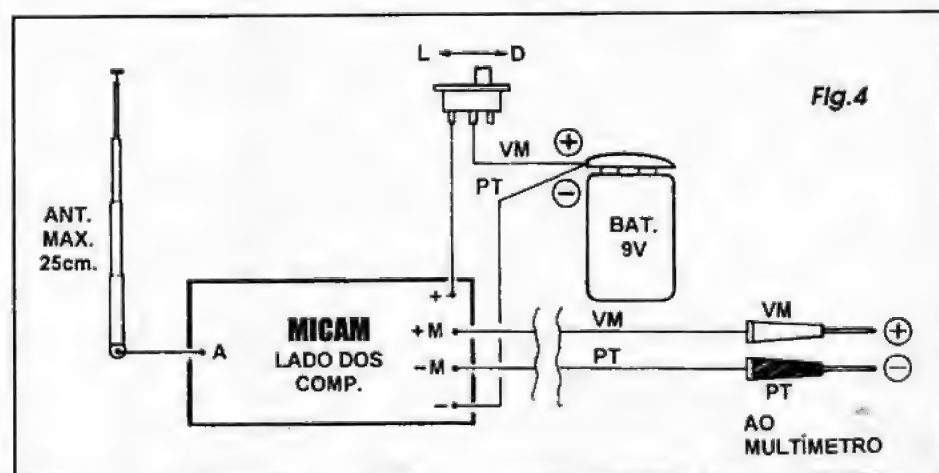

Fig.4
- FIG. 4 - CONEXÕES EXTERNAS À PLACA - Ainda vista pela face não cobreada, a plaquinha agora indica (em diagrama muito fácil de entender...) as ligações feitas *do impresso para fora*... São todas simples, estas ligações, porém importantes (e algumas delas, *polarizadas*...). A única conexão *não polarizada* refere-se à anteninha, cujo cabinho (curto) de ligação deve ser levado ao ponto A... Os pontos (+) e (-) devem receber, respectivamente, os cabinhos do **positivo (vermelho)** e **negativo (preto)** vindos do *clip* de conexão à bateria... Observar que o pequeno interruptor geral da alimentação deve ser intercalado no fio do **positivo (vermelho)**... Finalmente, o par de cabos (também polarizados, com o *velho código de vermelho*